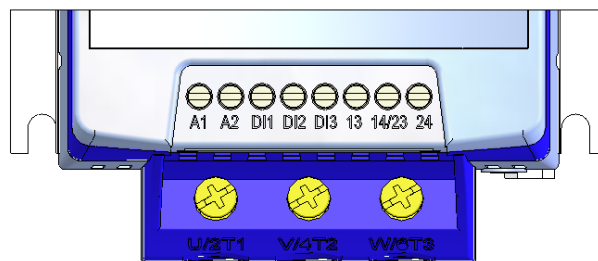

Figura 3.9 - Bornes de controle da SSW-07
3.2.7 Conexões de Sinal e Controle As conexões de controle (entradas digitais e saídas a relé) são feitas através dos bornes (consulte o posicionamento na figura 3.9). Bitola dos cabos: 0,5 mm² (20 AWG) a 1,5 mm² (14 AWG).